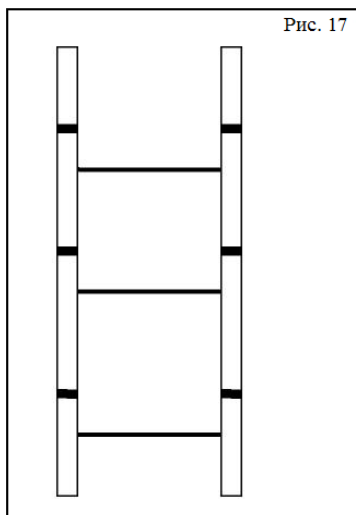

Рис. 17
- бетонные трубы (рис. 17).
- огнеупорные керамические трубы с двойной камерой (рис. 17).